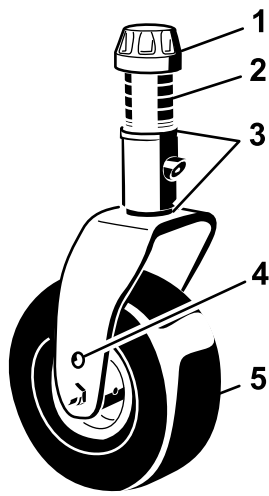

Figure 141
1. Enlevez le chapeau de tension de l'axe de pivot et sortez l'axe du bras pivotant (Figure 141).
Retirez le chapeau de tension et la chape pivotante (Figure 141).